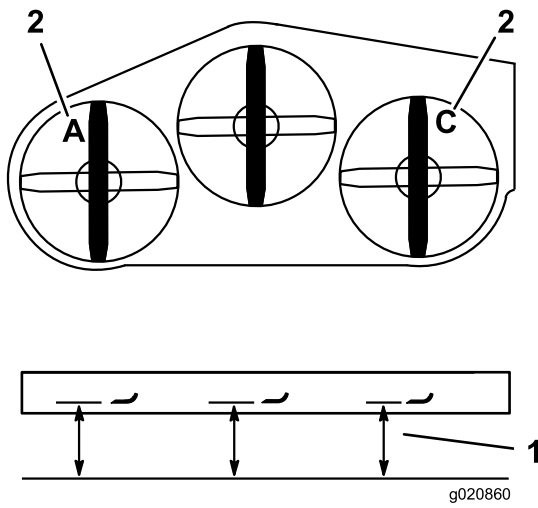

Figure 85
- Mesurez et notez la distance au point **A** entre la surface plane et le tranchant de la pointe de la lame gauche (Figure 85).
- Mesurez et notez la distance au point **C** entre la surface plane et le tranchant de la pointe de la lame droite (Figure 85).
- Ajustez les boulons de réglage dans les chapes, aux points **A** et **C** pour obtenir la hauteur correcte (Figure 85).
3. Mesurez et notez la distance au point C entre la surface plane et le tranchant de la pointe de la lame droite (Figure 85).